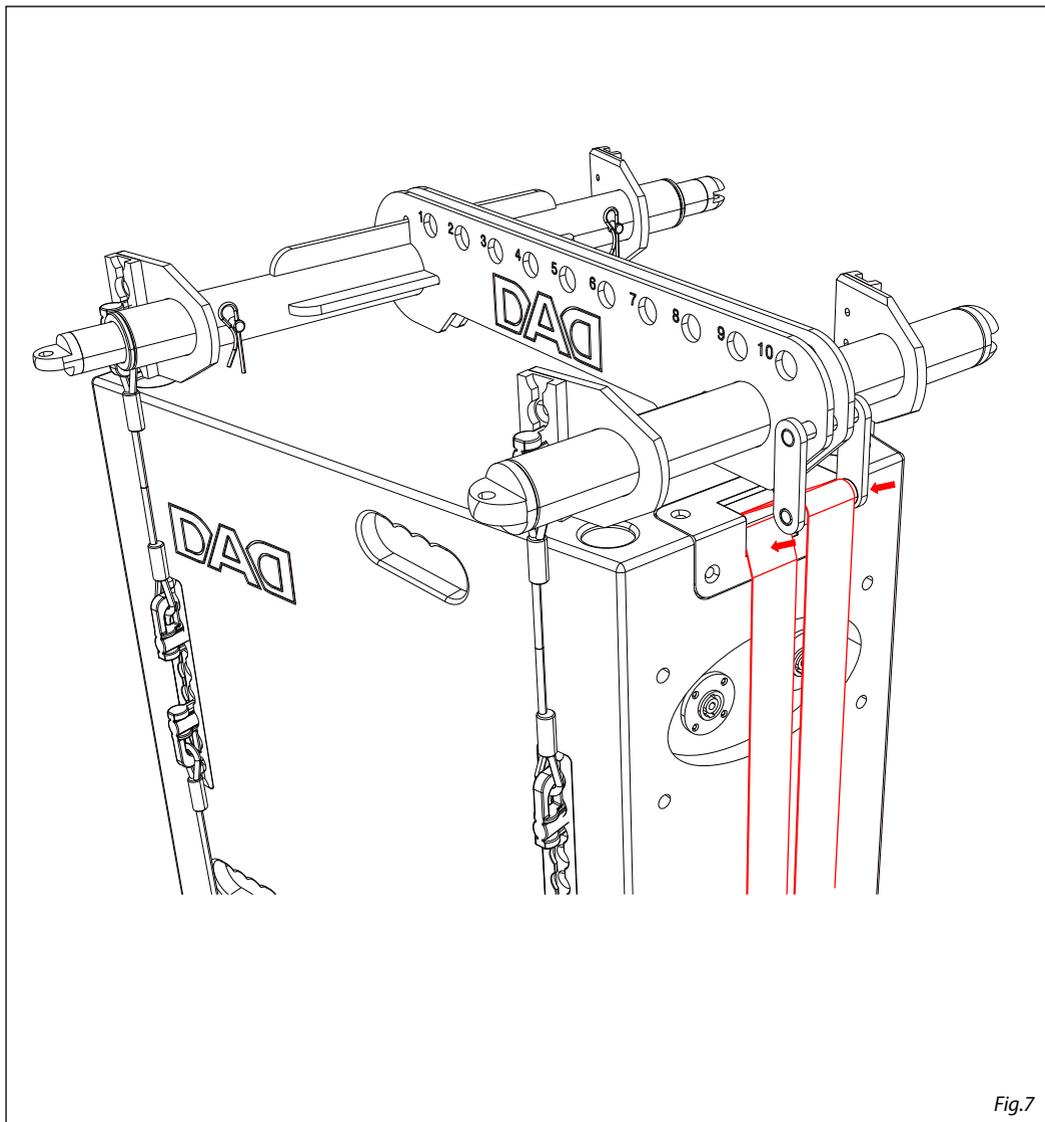

Fig.7
5. Collegare la cinghia del tenditore alla barra di sospensione TOURING12FB e al gancio in vaschetta presente sul pannello posteriore del diffusore (fig.7).
5. Connect the ratchet tie down strap to the TOURING12FB flying bar and to the anchoring point bar on the rear panel of loudspeaker (fig.7).